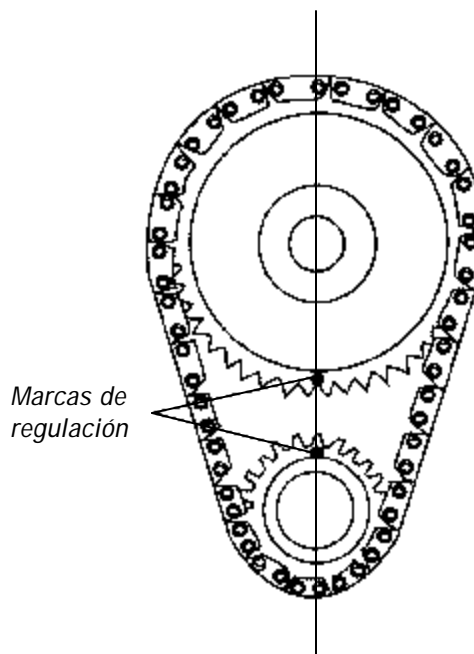

Figura 2 - Alineamiento de la rueda dentada de la cadena de regulación
3. Instale el árbol de levas con las marcas de regulación alineadas en la forma recomendada en las especificaciones de la fábrica. Consulte la Figura 2. **NOTA:** Instale un sello nuevo entre el colector de aceite y la cubierta delantera si el sello antiguo se dañó al retirarlo. Aplique sellador de silicona RTV al sello para garantizar un sellado apropiado contra el colector.